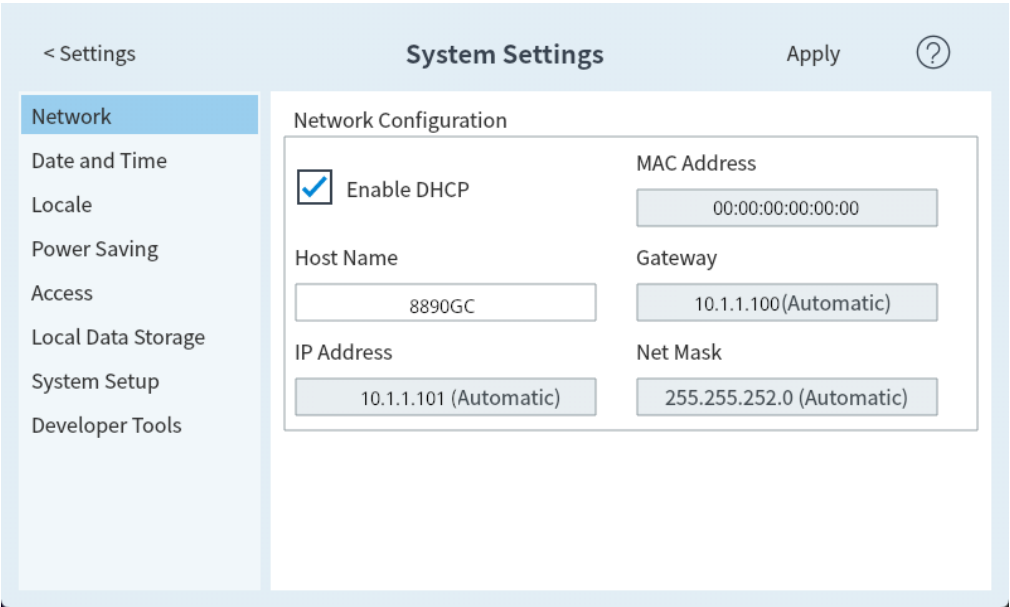

Figura 52. Página de ajustes del sistema
1. Seleccione el tipo de componente concreto. Se abrirá la página de modo de servicio (Service Mode) del componente seleccionado. Consulte la Figura 52.